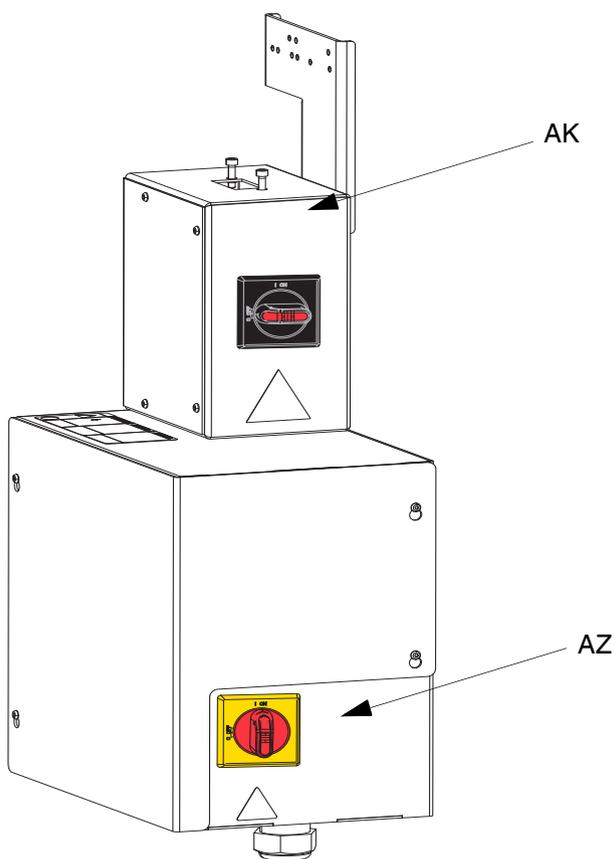

FIG. 4. Corte de alimentação
O interruptor de desativação (AZ) está situado na caixa de controlo de calor (AX), consulte FIG. 4. Existe também um interruptor da caixa de derivação vermelho e preto (AK) situado na caixa de derivação (AJ). O interruptor da caixa de derivação (AK) suspende a alimentação na totalidade, EXCETO para o aquecimento. O interruptor de desativação (AZ) suspende a alimentação para todo o sistema, incluindo o aquecimento.